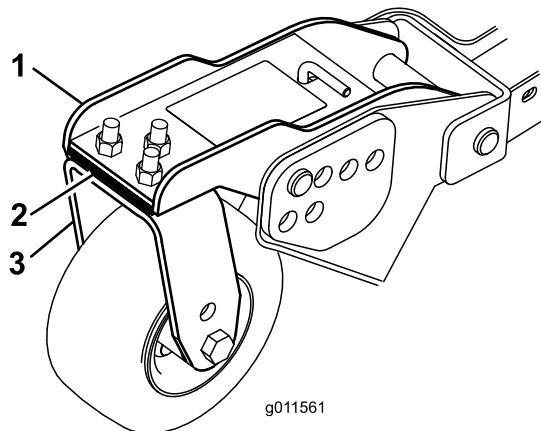

Figure 80
1. Enlevez les vis et écrous de fixation de la roue pivotante à la fourche (Figure 80).